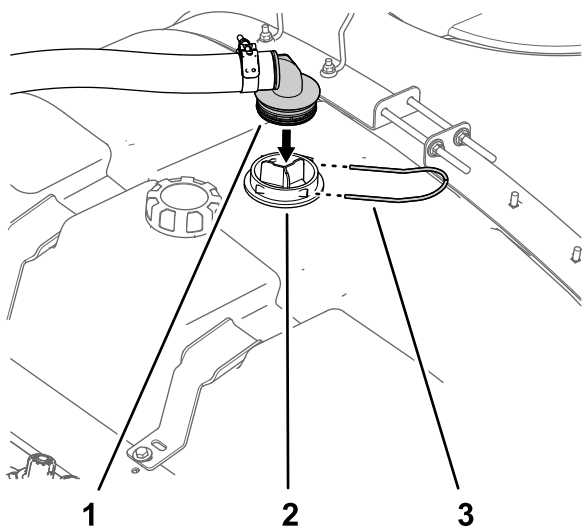

図 15
1. 液剤給液ホースの、バーブ付き90°フィッティングを吸い込みスクリーンのハウジングに合わせる 図 15。
2. バーブ付き 90° フィッティングを、ハウジング 図 15 に固定するステップ4 液剤タンクの準備を行う (ページ 7) で外したリテーナを使用する。